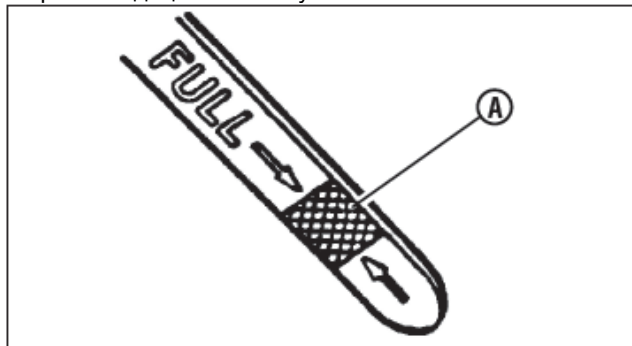

Рис. 1: Отметка Full на масляном щупе
- 3) Проверьте уровень масла в двигателе и долейте при необходимости, чтобы уровень находился на отметке FULL (А, рис. 1). Обратитесь к руководству по эксплуатации двигателя для получения рекомендаций по маслу.